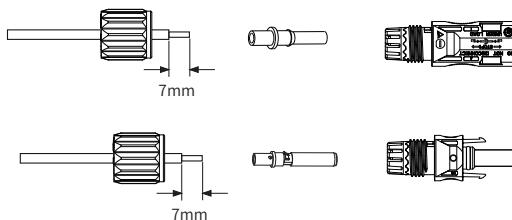

图5.3 拆卸连接器螺帽
- a) 剥去直流电线约7毫米，然后拆下连接器的螺帽（见图5.3）。